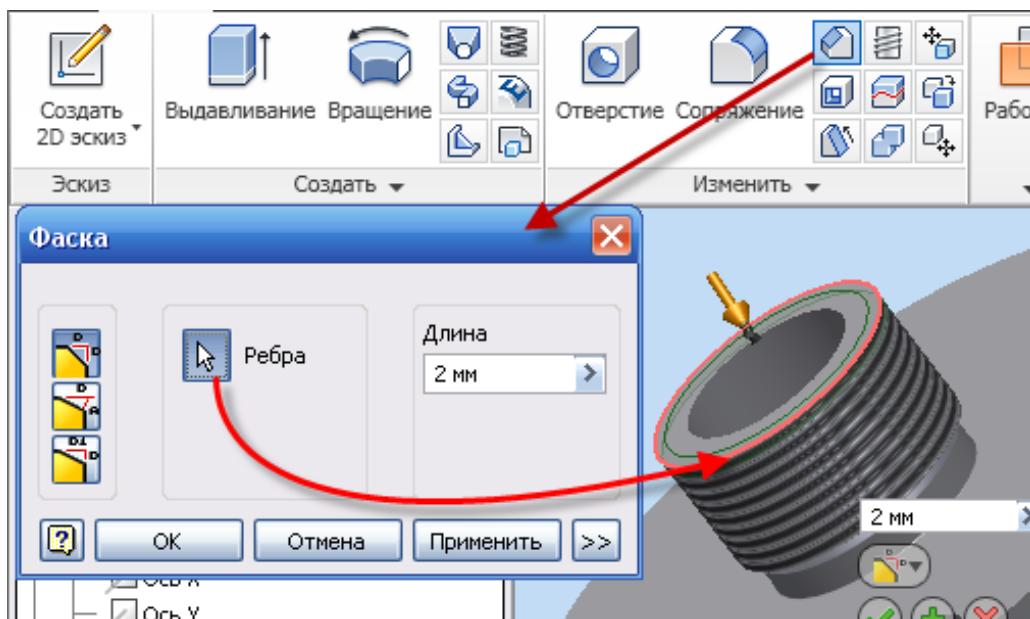

Рис.3.15. Диалоговое окно **Фаска**
- Выберите ребро фланца (рис. 3.15).